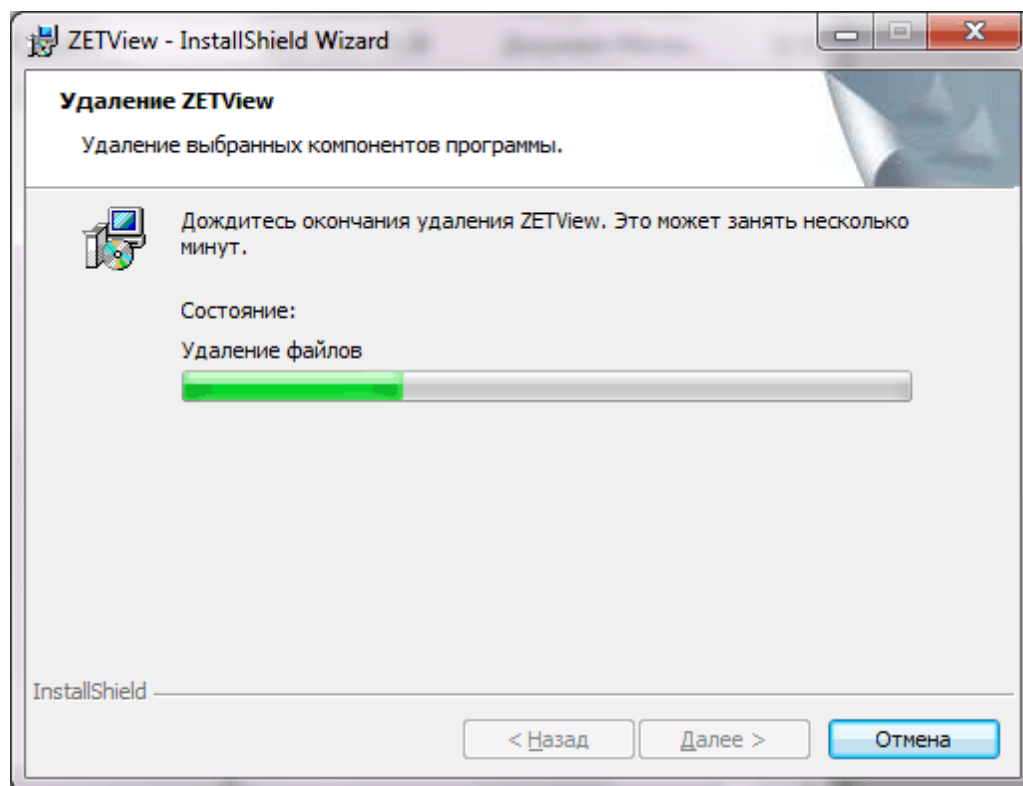

Рисунок 1.4.5. Процесс удаления ZETView
После подтверждения, запустится процесс удаления (Рисунок 1.4.5).
- 3) в окне «Удаление или изменение программы» выбрать «ZETView» и нажать кнопку «Удалить», при этом будет запрошено подтверждение удаления (рисунок 1.4.5), для удаления ZETView необходимо нажать кнопку «Да»,